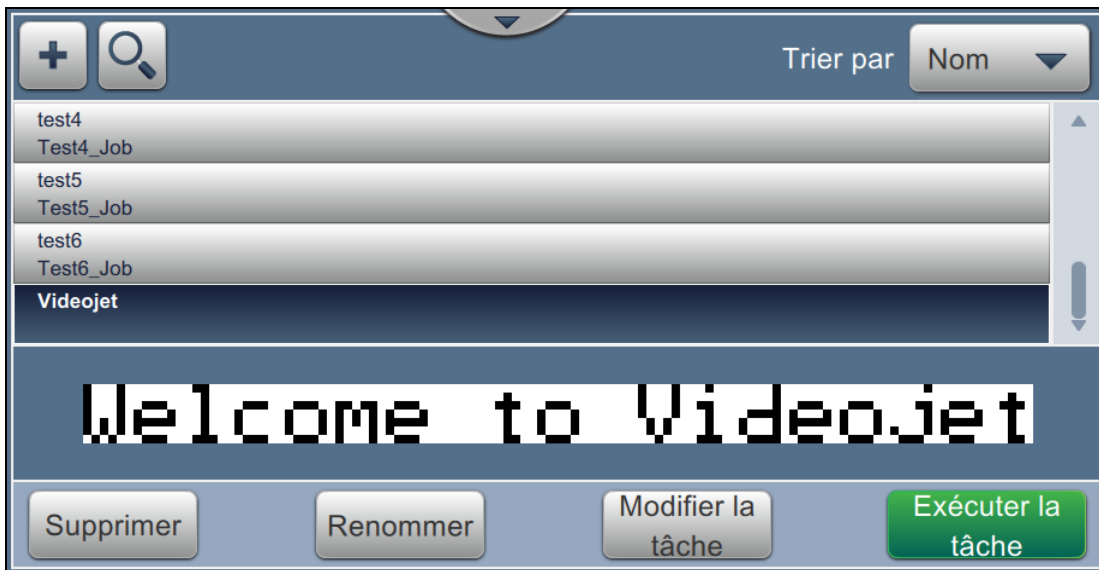

Figure 5-1 : Écran Liste des tâches
1. Appuyez sur le bouton  pour ouvrir l'écran Liste des tâches, tel qu'illustré dans la Figure 5-1.